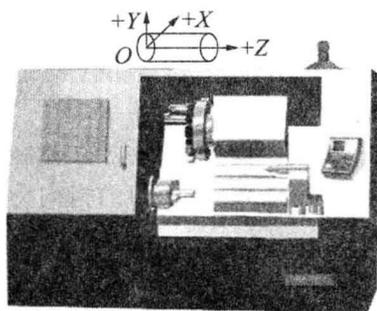

图 2.1.3 数控车床的坐标系
如果车床上有几个主轴,则选一个垂直于工件装夹平面的主轴方向为 Z 坐标方向;如果主轴能够摆动,则选垂直于工件装夹平面的方向为 Z 坐标方向;如果车床无主轴,则选垂直于工件装夹平面的方向为 Z 坐标方向(见图 2.1.3 所示的数控车床的 Z 坐标)。
① 如果工件做旋转运动,则刀具离开工件的方向为 X 坐标的正方向。
② 如果刀具做旋转运动,则分为两种情况:Z 坐标水平时,观察者沿刀具主轴向工件看时,+X 运动方向指向右方;Z 坐标垂直时,观察者面对刀具主轴向立柱看时,+X 运动方向指向右方(见图 2.1.3 所示的数控车床的 X 坐标)。
在确定 X、Z 坐标的正方向后,可以根据 X 和 Z 坐标的方向,按照右手直角坐标系来确定 Y 坐标的方向(见图 2.1.3 所示的数控车床的 Y 坐标)。